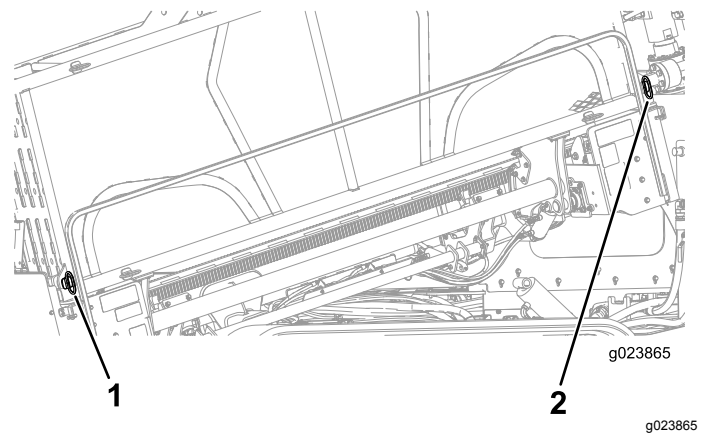

Figure 68
2. Retirez les goupilles inférieures extérieures du porte-tiges (Figure 68).